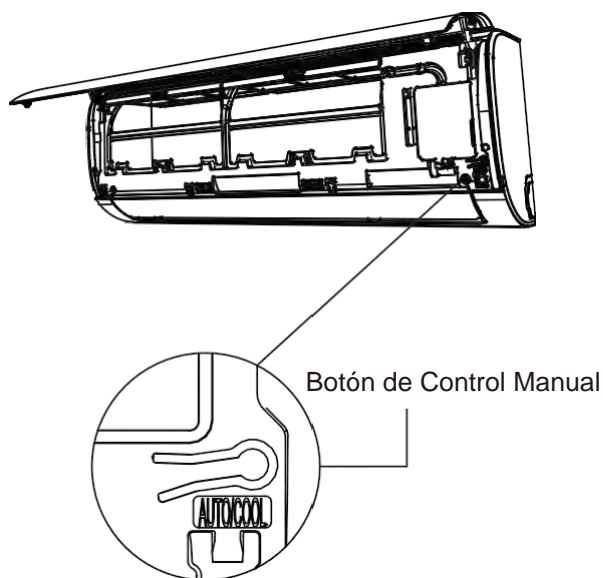

Fig. 8.1
2. El **botón de CONTROL MANUAL** está situado en el lado derecho de la unidad. Púlselo dos veces para seleccionar la función COOL. Vea la **Fig. 8.1**